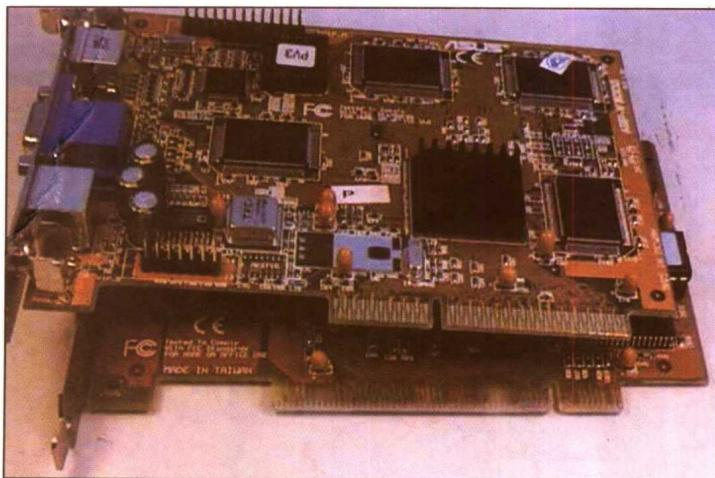

图 1-13
- AGP 显示卡插板上的“金手指”和 PCI 显示卡插板上的“金手指”不同，图 1-13 上面的是 AGP 显示卡，下面的是 PCI 显示卡。